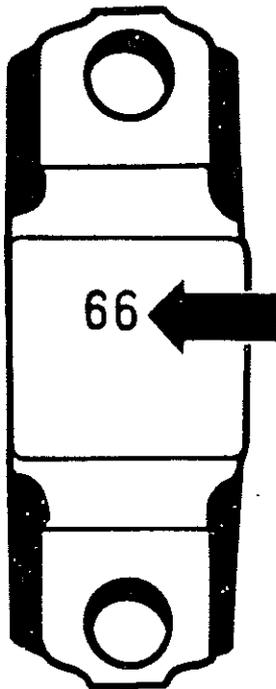

Bild 19: Pleuelstangendeckel
(9) Pleuelstangendeckel
- auf dem Pleuelstangendeckel ist die Gewichtsklasse eingeschlagen (Bild 19)
(10) Sechskantmutter